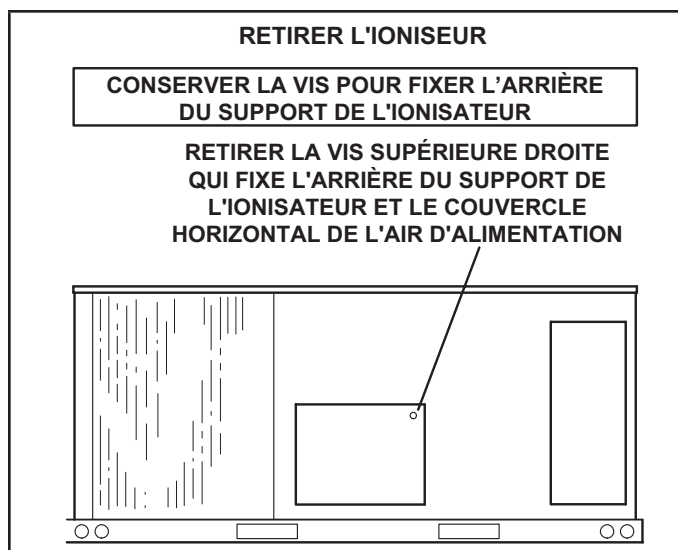

FIGURE 40
- 1 - À l'arrière de l'unité, retirer la vis qui maintient l'arrière du support de l'ionisateur. Voir la FIGURE 40. Conserver la vis pour fixer la partie arrière du support de l'ionisateur.